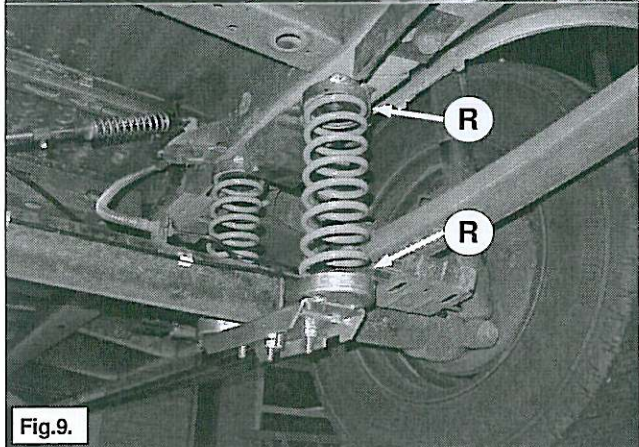

Fig.9.
5. Hef de auto uit zijn veren. Plaats de rubbers R in de veerhouders en plaats de hulpveer C onder goed in het slot op rubber R en druk de hulpveer krachtig in en plaats hem boven op rubber R. Zie fig. 9.
5. Jack up the car. Put the rubbers R into the spring seats and fit the auxiliary spring C on rubber R pay attention that the end of the coil stands correctly on rubber R spring, fit it in the upper seat by pulling it down wards and placing it in the upper spring seat. See fig. 9.
5. Heben Sie das Fahrzeug an. Montieren Sie die Gummis R in die Federhalter und montieren Sie die Hilfsfeder C richtig auf Gummi R, ziehen Sie die Hilfsfeder nach unter und stellen Sie die Hilfsfeder am obere Seite in der Federhalter. Siehe Fig. 9.
5. Soulevez le véhicule hors des ressorts. Placez les caoutchoucs dans les supports de ressort et montez le ressort auxiliaire C en le comprimant fortement dans la coupelle inférieure et en le plaçant dans la coupelle supérieure. Cf. fig. 9.
5. Levante el vehículo de los muelles. Coloque las gomas en los soportes de muelle y monte el muelle auxiliar C, empujándolo en el disco inferior e introduciéndolo en el disco superior. Ver fig. 9